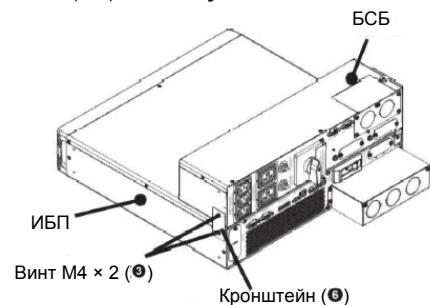

Рисунок 1
Номерами 1–11 на рис. 1–10 обозначены стандартные принадлежности, перечисленные в разделе Упаковочный лист
- Соедините ИБП и блок сервисного байпаса с левой стороны с помощью кронштейна (6) и двух винтов M4 (3). См. Рисунок 1.
Номерами 1–11 на Рисунок 1–10 обозначены стандартные принадлежности, перечисленные в разделе Упаковочный лист
- Номерами 1–11 на Рисунок 1–10 обозначены стандартные принадлежности, перечисленные в разделе Упаковочный лист